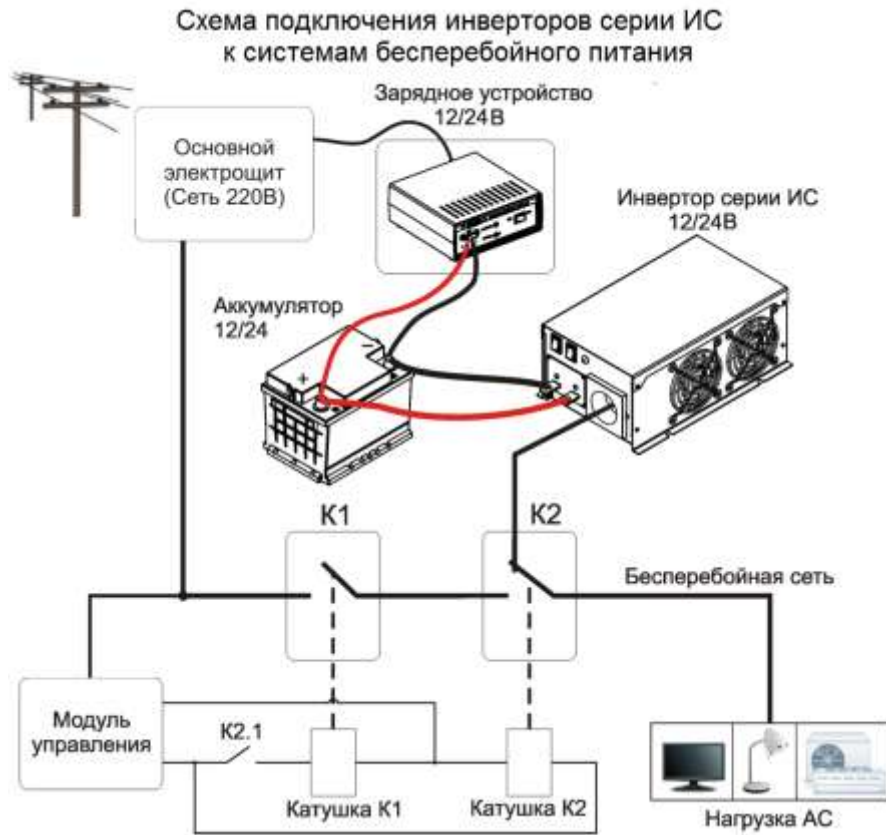

Рис.3.
7.1 Применение инверторов в системах бесперебойного питания. Для обеспечения надежной работы и исключения возможности попадания промышленного сетевого напряжения 220В на «выход» инвертора рекомендуется производить подключения согласно схеме на Рис.3.